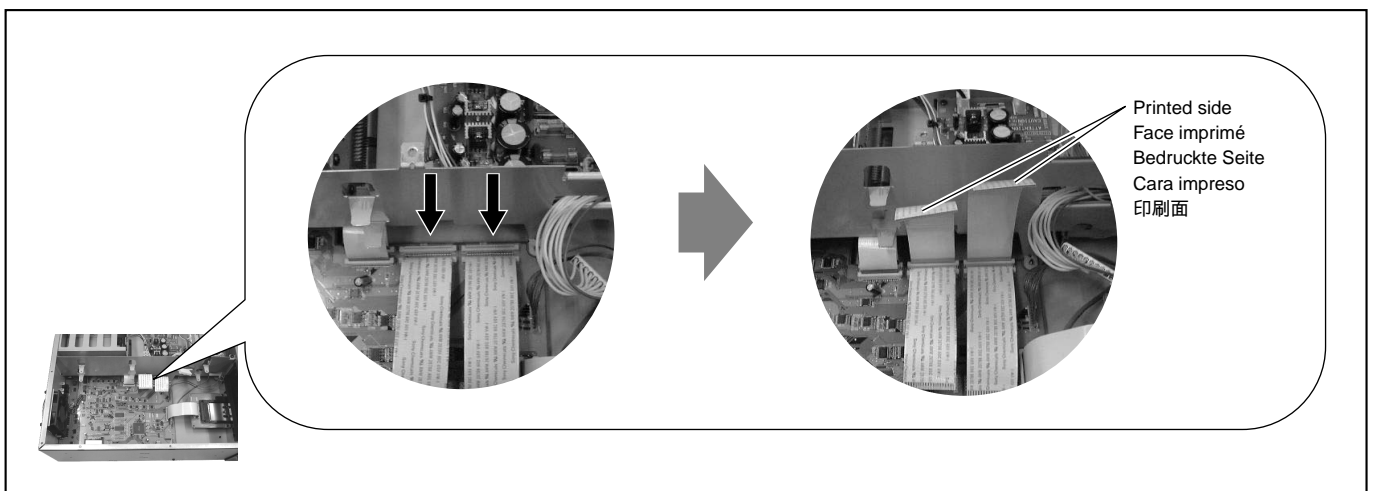

Figure 4
4. Connect the two supplied flat cables to the SREV1 so that the printed side appears as shown in Figure 4, and then close the securing clips on each side of the connectors.
Connectez les deux câbles ruban au SREV1 de façon à ce que la face imprimée soit visible comme dans l'illustration "Figure 4". Fixez les connecteurs au moyen des attaches de part et d'autre.
Verbinden Sie die beiden beiliegenden Flachbandkabel mit dem SREV1. Sorgen Sie dafür, dass die bedruckte Seite wie in "Figure 4" zu sehen ist. Arretieren Sie die Stecker anschließend mit den beiden Klemmen.